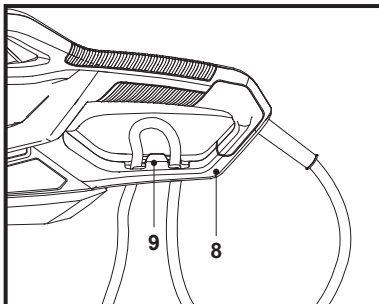

Fig. 2a
1. Îndoiaie înapoi cablul prelungitor la aproximativ 30 cm de la capăt și introdu bucla în gaura din apărătoarea spate (8) (Fig. 2a).